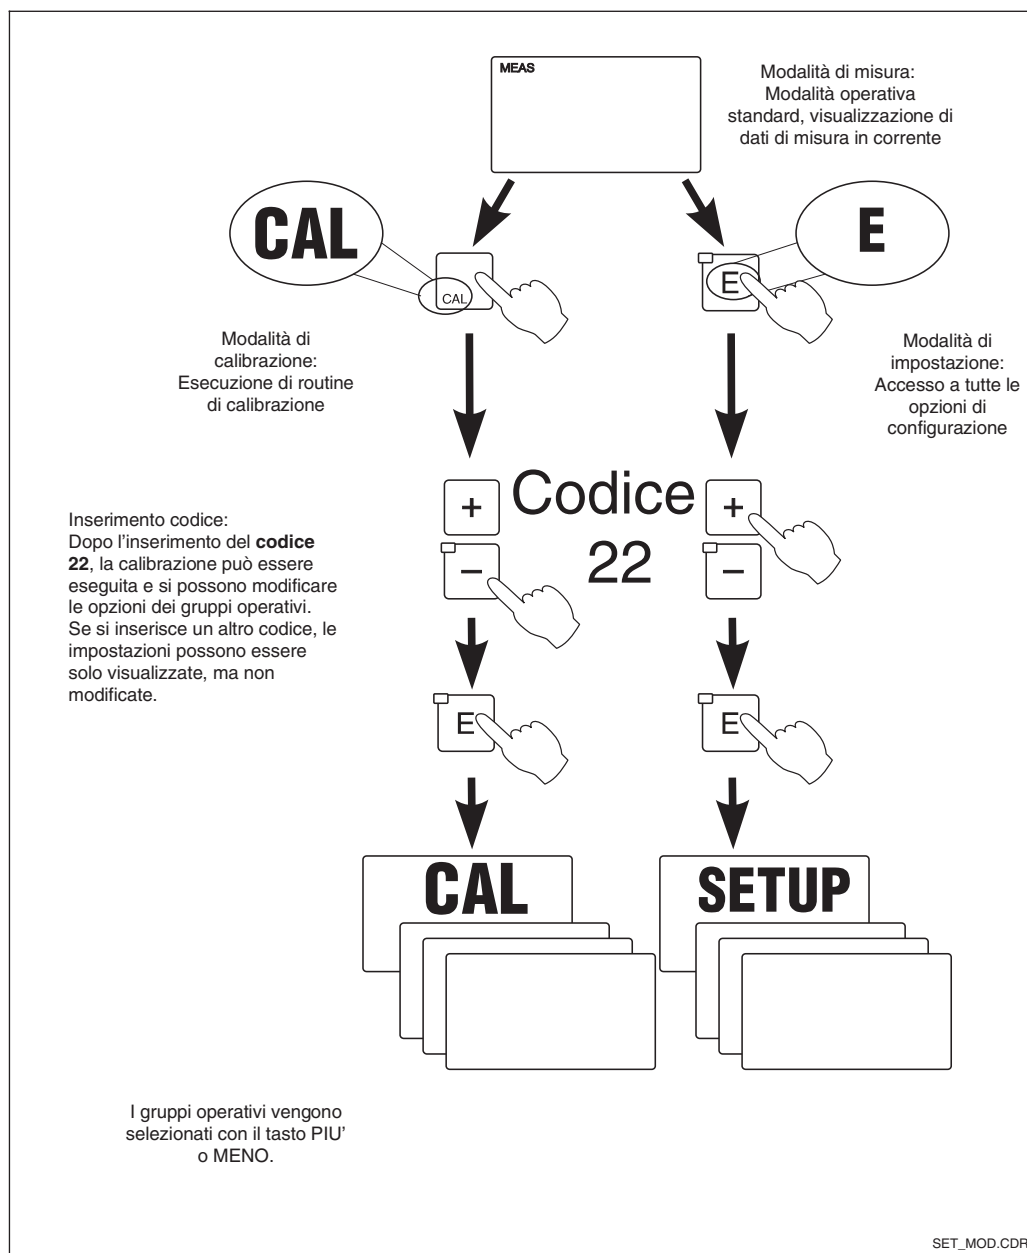

Fig. 4.3 Descrizione delle modalità operative
- Tutti i codici: Accesso alla modalità di lettura, ad es. si possono vedere tutte le opzioni, ma non si possono modificare (accesso con tasto ENTER/CAL, v. Fig. 4.3).
- Codice 22: Accesso al menu di calibrazione (accesso tramite tasto CAL, v. Fig. 4.3).
- Codice 22: Accesso ai menu configurativi per la configurazione dell'unità e le impostazioni personalizzate (accesso tramite tasto ENTER, v. Fig. 4.3).